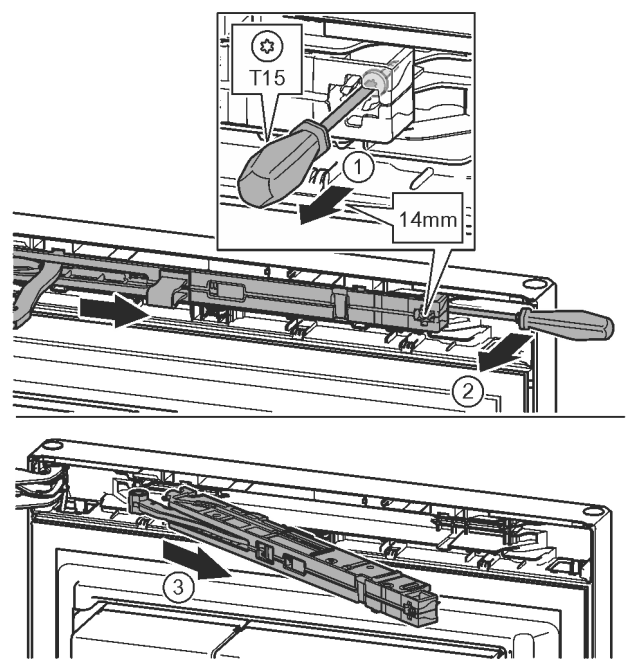

Fig. 13
- ▶ Ослабить винт на узле амортизатора с помощью отвертки T15 примерно на 14 мм. Fig. 13 (1)
- ▶ Отверткой со стороны ручки переместиться за узел амортизатора и повернуть вперед. Fig. 13 (2)
- ▶ Извлечь узел амортизатора. Fig. 13 (3)